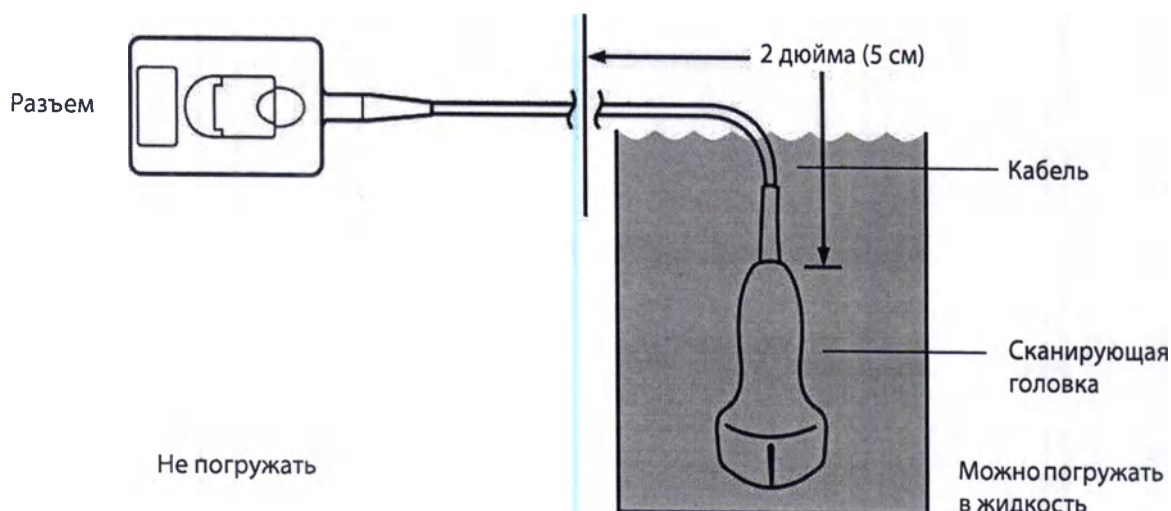

Рисунок 8-1 Названия компонентов датчика
- 1 **Погрузите** датчик в раствор высокоуровневого дезинфицирующего средства. Время замачивания см. в табл. 8-3 «Высокоуровневые дезинфицирующие средства для замачивания датчика» на стр. 165. Следите, чтобы разъем и большая часть кабеля оставались вне жидкости. Погружать можно 2 дюйма (5 см) кабеля около сканирующей головки датчика. См. Рисунок 8-1.